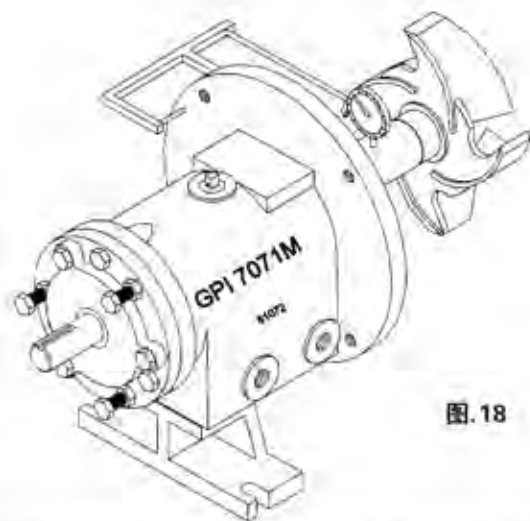

图.18
3. 检查轴杆移位。将轴杆套(16)和叶轮(26)安装到轴杆上，用手拧紧，然后将叶轮旋转一圈。如果读数变化超过.002英寸，拆卸轴承座，找出原因。拆下叶轮和轴杆套。(图18)